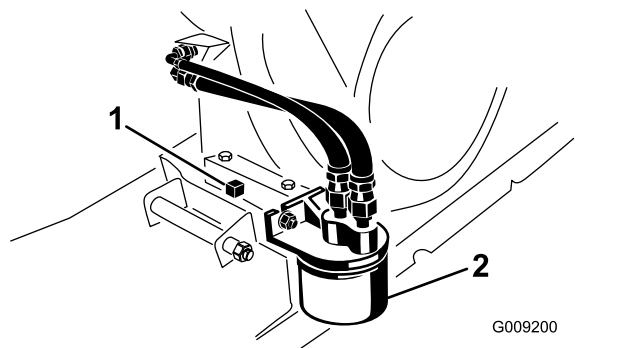

Рисунок 34
- Подставьте под сливную пробку сливной поддон (Рисунок 34).
- Снимите пробку сливного отверстия и уплотнение (Рисунок 34).
2. Снимите имеющийся масляный фильтр (Рисунок 34).
4. Наверните новый фильтр на переходник фильтра, пока прокладка не коснется монтажной пластины, затем затяните фильтр еще на $\frac{1}{2}$ – $\frac{3}{4}$ оборота (Рисунок 34).